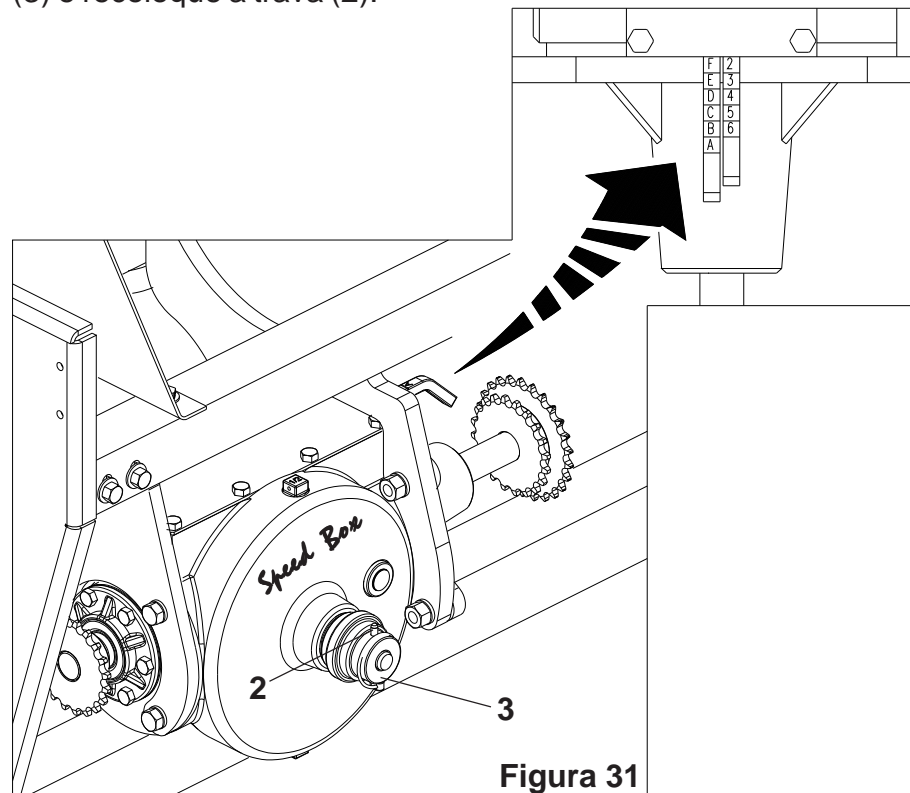

Figura 31
CAIXA DE VELOCIDADES *Speed Box* (Figura 31)
2 - Para regulagens do adubo, selecione a quantidade desejada nas tabelas e verifique a combinação correspondente das alavancas (1). Exemplo : posição **F 2**, indica que a alavanca com letras deve estar na posição “**F**” e a alavanca de números deve estar na posição “**2**”, conforme **Figura 31**.